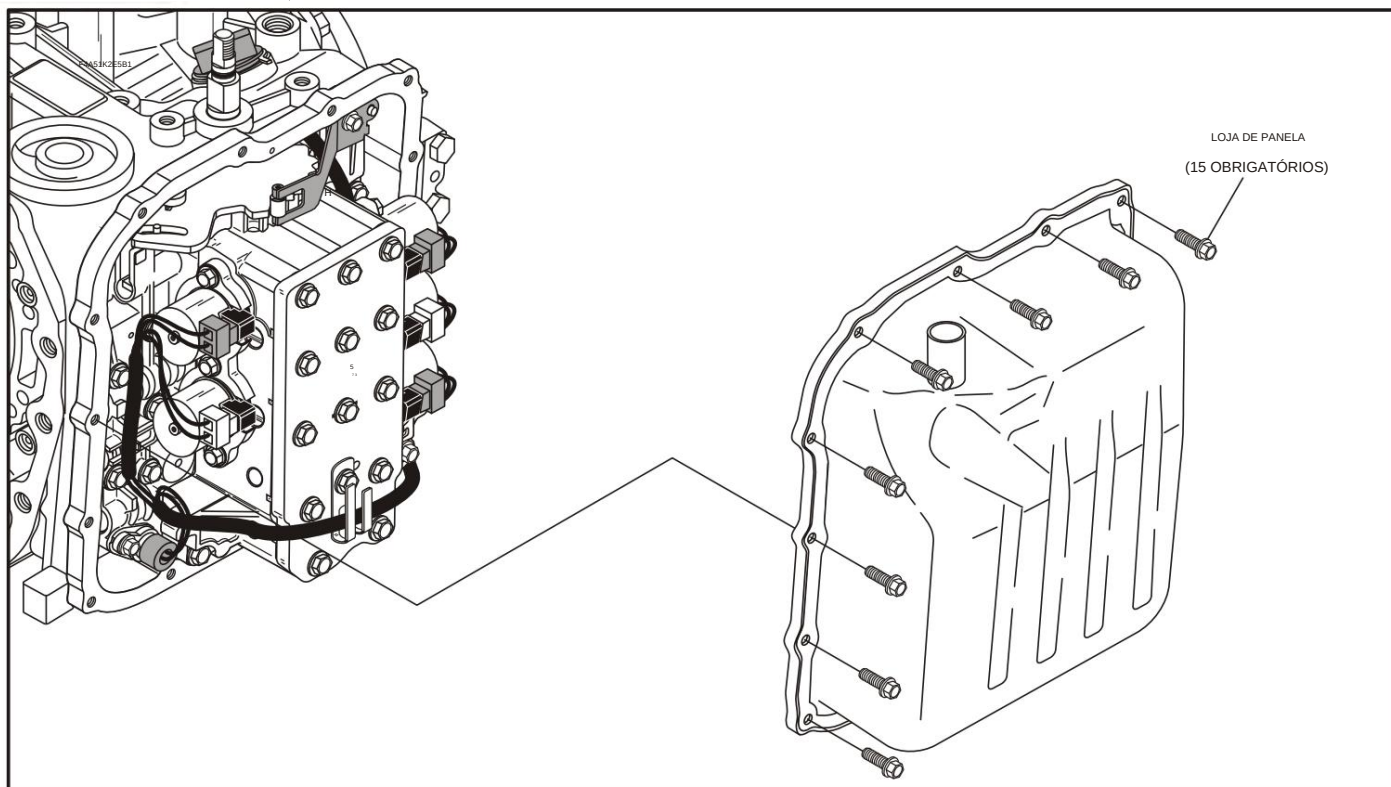

Figura 26
1. Remova os 15 parafusos do cárter e remova o cárter de óleo, conforme mostrado na Figura 26.